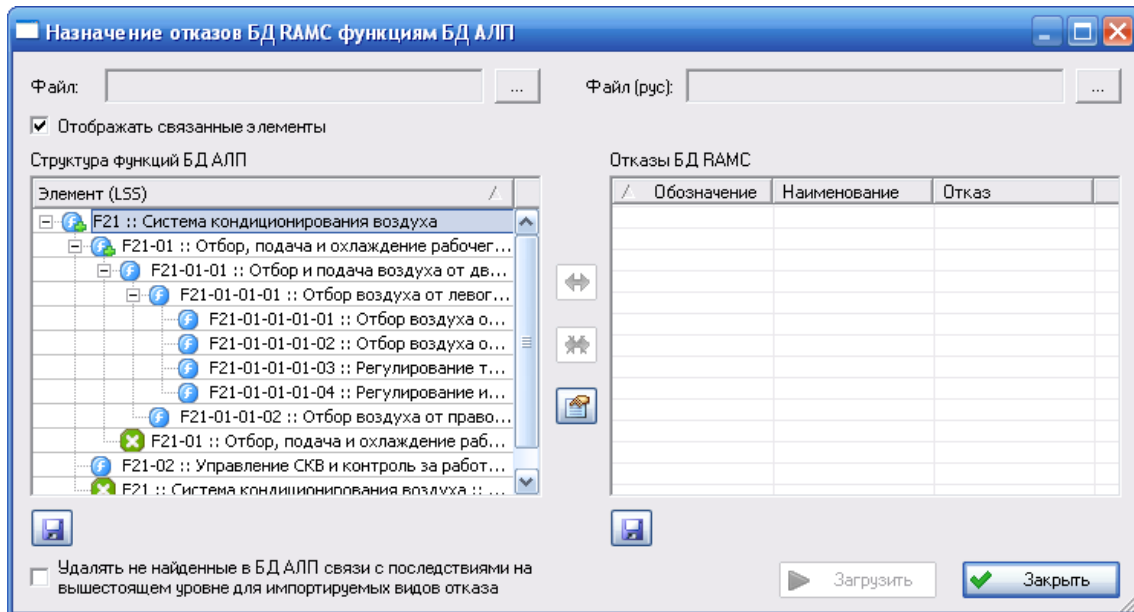

Рис. 14-9
3. В появившемся окне **Назначение отказов БД RAMC функциям БД АЛП** настройте параметры импорта (рис. 14-9).